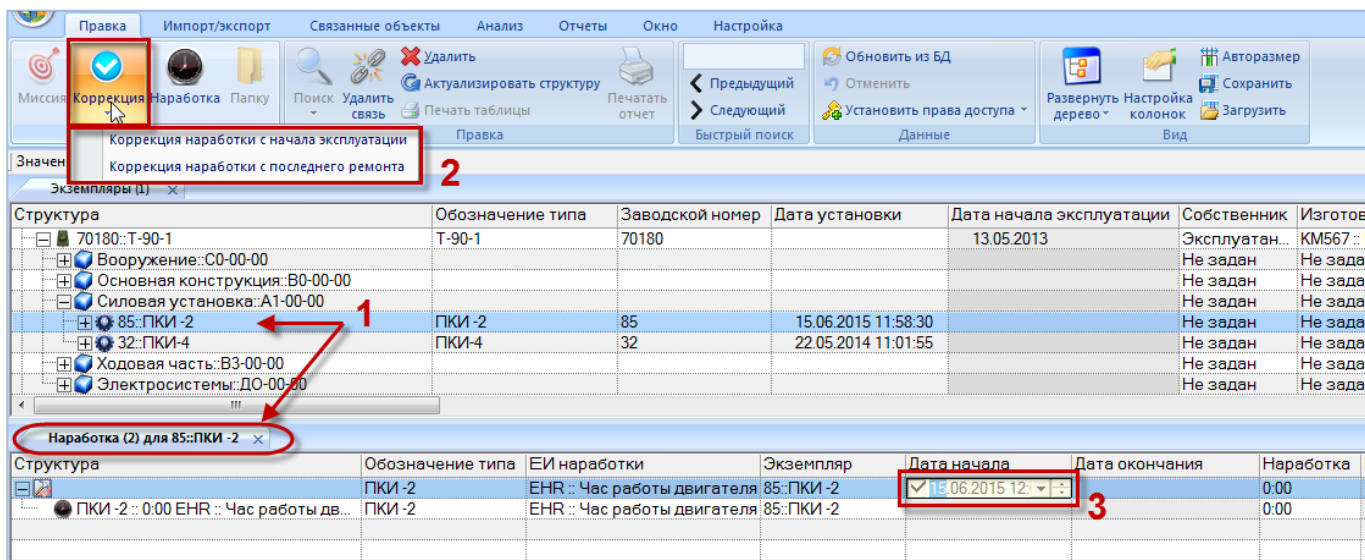

Рис. 25-28 – Коррекция наработки для экземпляра компонента
- 2) Выделить экземпляр компонента в рабочем окне «Экземпляры» и открыть окно связанных объектов «Наработка» (1 на рис. 25-28).
- 4) Из раскрывшегося списка выбрать нужное значение – «Коррекция наработки с начала эксплуатации» или «Коррекция наработки с последнего ремонта» (2 на рис. 25-28).